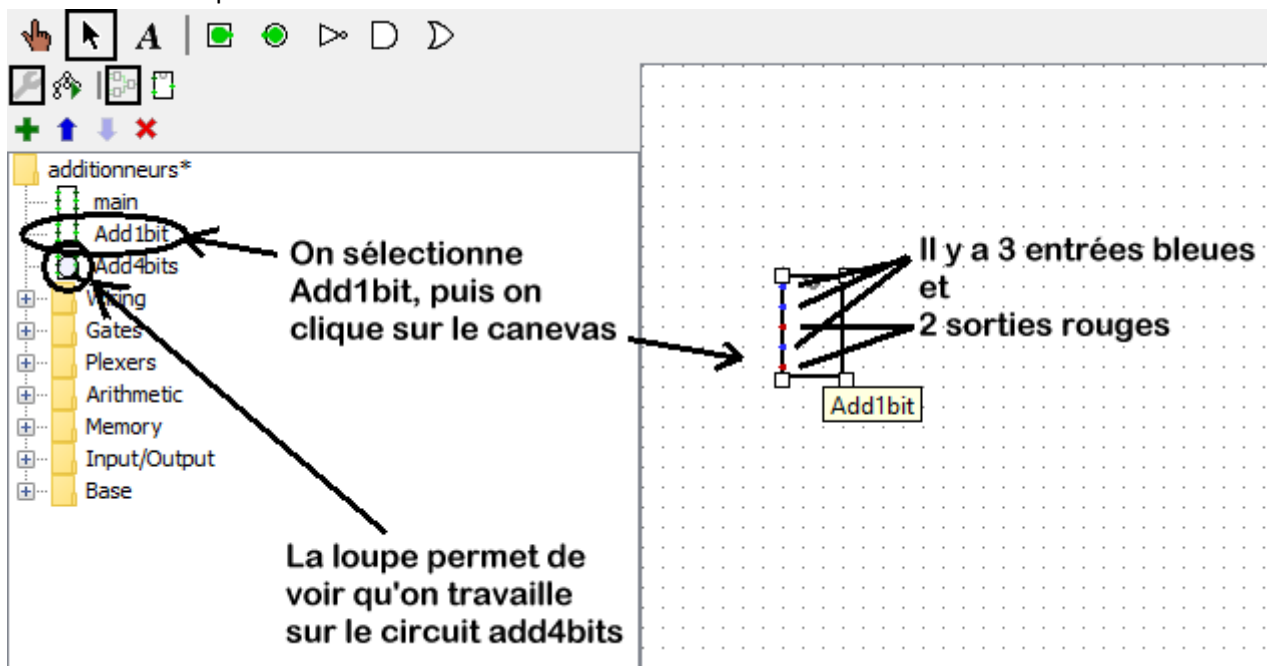

FIGURE 6. Sous circuit Add1bit orienté face à l'est (ses connecteurs sont à l'ouest)
2. Double cliquez sur l'icône Add4bits. Un canevas vide apparaît alors. C'est celui de Add4bits. Placez le curseur dessus. Il est alors possible d'ajouter un sous circuit add1bit de la même manière que l'utilisation d'un composant quelconque. On clique sur Add1bit dans le menu indiqué sur la Figure 6, puis on le place en cliquant sur le canevas.